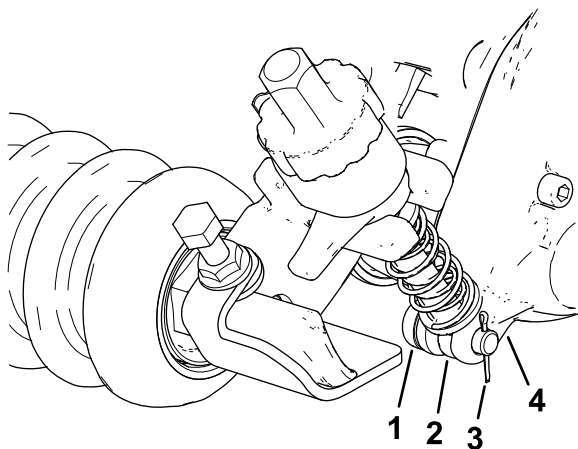

Figura 10
2. No lado da caixa do rastelo, deslize a barra do braço de ajuste do suporte da altura de corte para o espaço na caixa de transmissão do rastelo e fixe-a com um pino de ajuste e um contrapino, como se mostra na Figura 10.